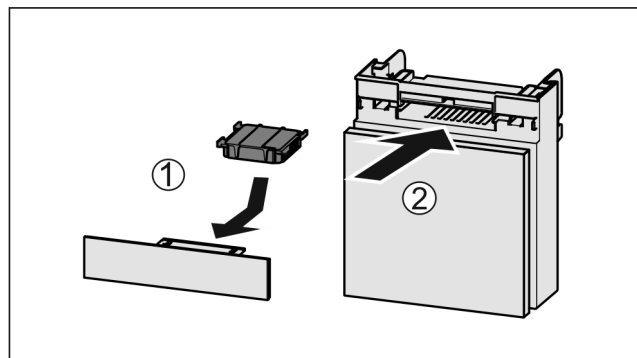

Fig. 146
- ▶ Aktivkohlefilter nach Abbildung einsetzen Fig. 146 (1).
- ▶ Fach einschieben Fig. 146 (2).